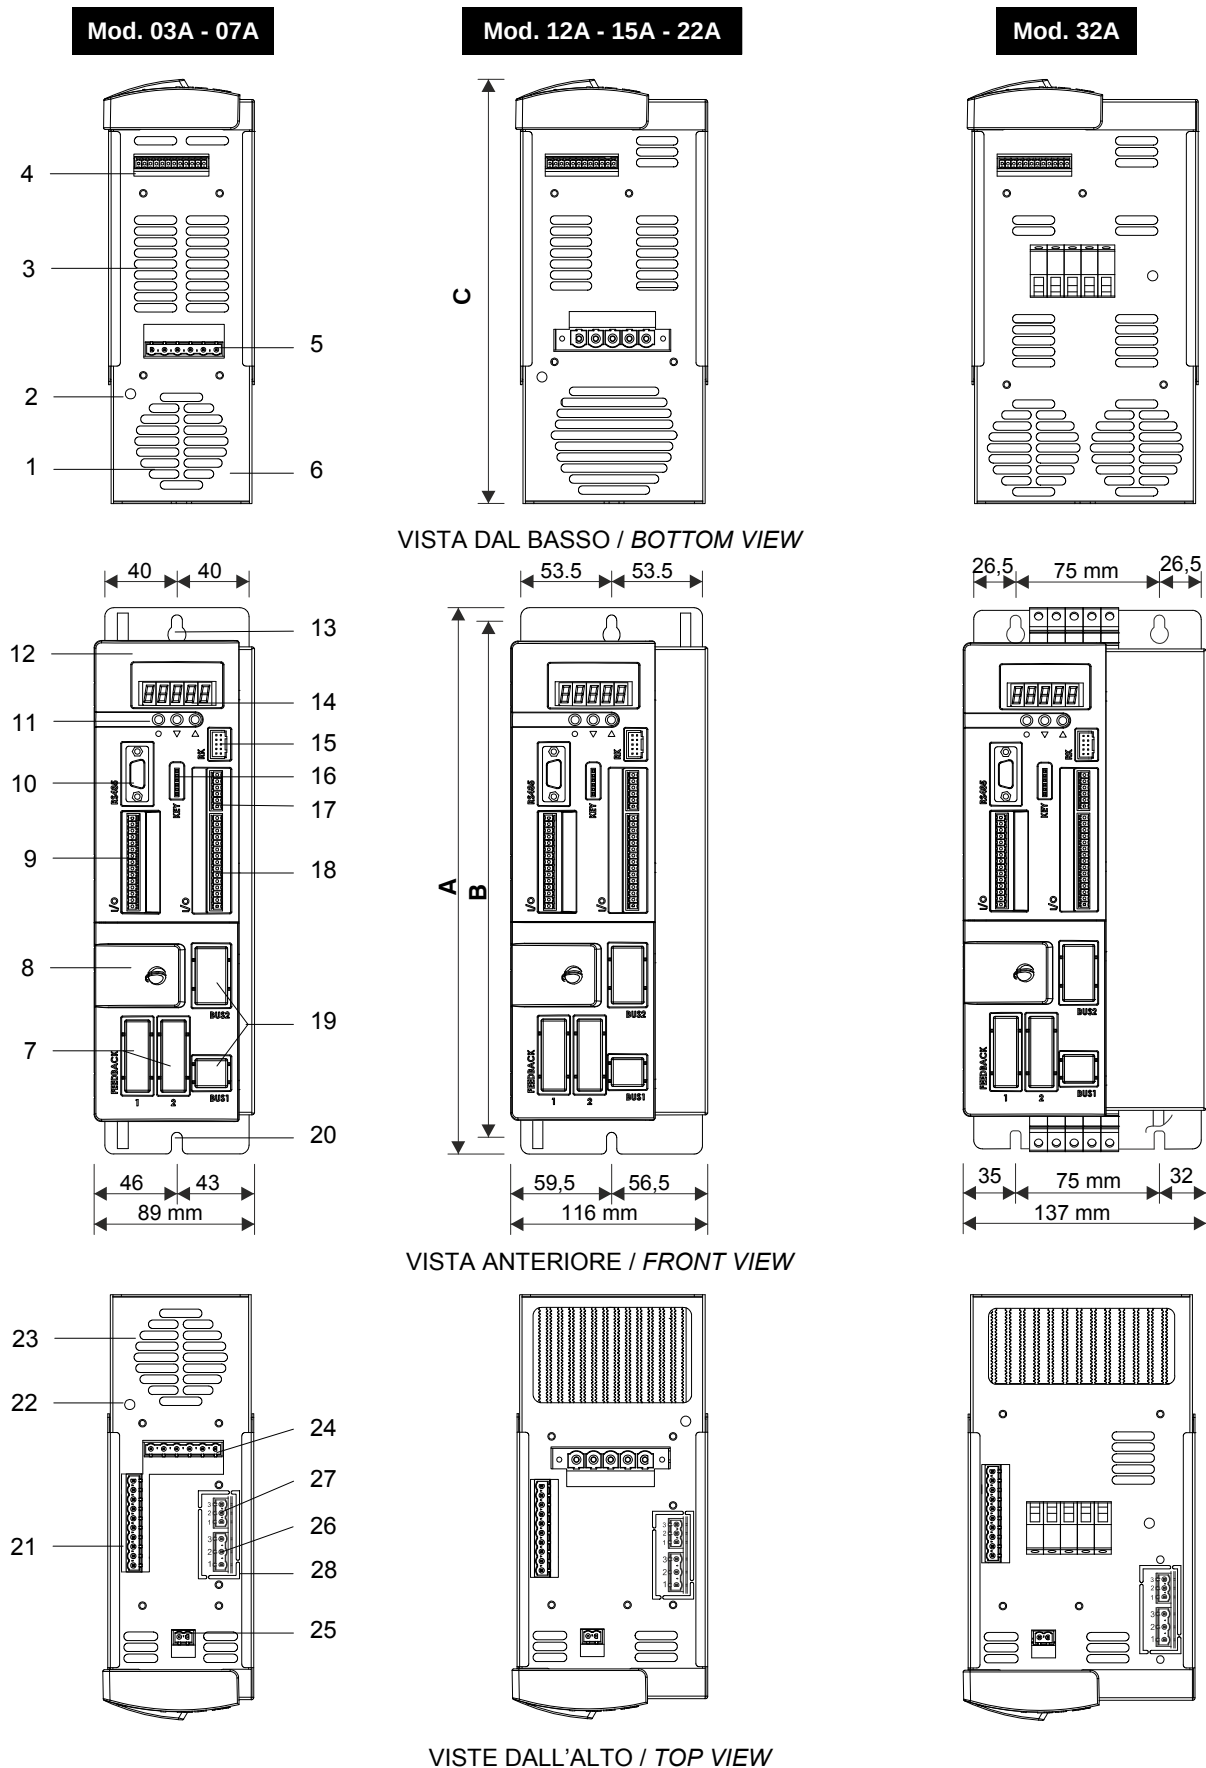

FIG. 3A (Denominazione dei componenti - Dimensioni / Component names - Sizes)
Nelle FIG. 3A - 3B - 3C - 3D - 3E - 3F - 3G - 3H - 3I - 3L sono rappresentati e denominati i componenti principali che costituiscono gli **Azionamento OPDE** e **OPDE Energy** e le dimensioni d'ingombro nei rispettivi modelli.
*FIG. 3A - 3B - 3C - 3D - 3E - 3F - 3G - 3H - 3I - 3L show the main components that make up an **OPDE** and **OPDE Energy** drives with the relevant names and overall sizes, for each model.*